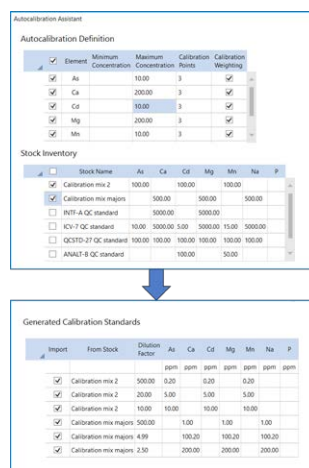

图 11. 自动配标助手可以用指定的储备液制备标样
- 自动配标助手（图 11）可使用集成的通用储备标样列表推荐规定浓度范围内的标准溶液浓度。该功能可自动计算准确创建目标浓度的各种标样所需的稀释倍数